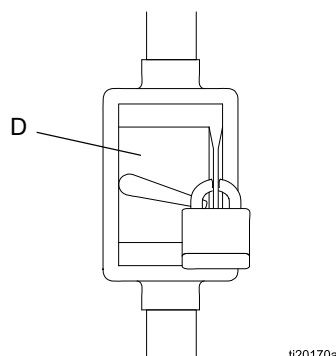

図 6 ロックアウト切断の例
1. 切断装置 (B) がシャットオフおよびロックアウトされていることを確認してください。図 6。